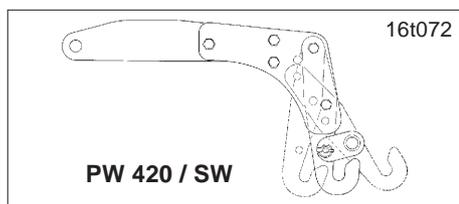
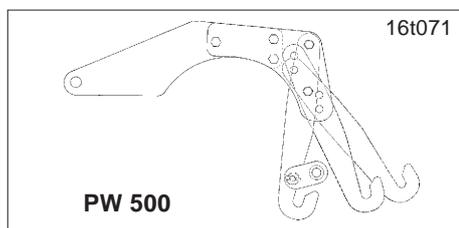
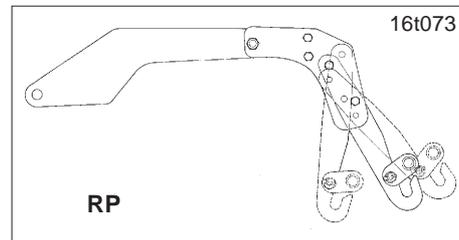

Fig. 12.7
Fig. 12.8
Fig. 12.10
- 1) Réglage concernant les combinaisons d'outils avec rouleau packer PW 420 ou rouleau de jauge à barres SW, comme représenté à la fig. 12.7.
- 2) Réglage concernant les combinaisons avec rouleau packer PW 500, comme représenté à la fig. 12.8.
- 3) Réglage concernant les combinaisons avec rouleau PneuPacker, comme représenté à la fig. 12.10.
Les illustrations (fig. 12.7, fig. 12.8 et fig. 12.10) ne montrent pas toutes les possibilités de réglage.